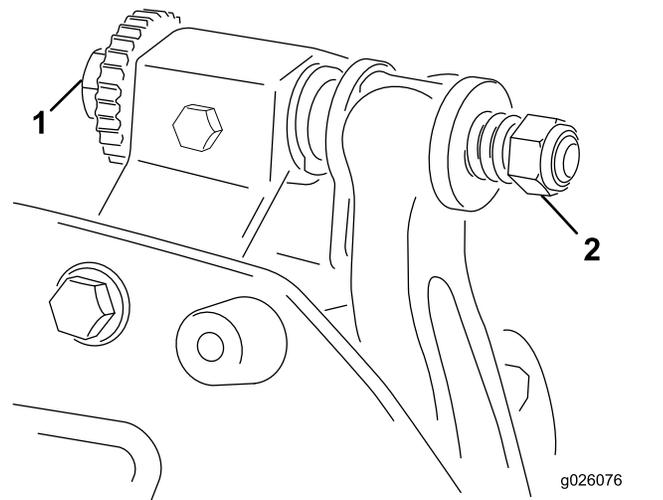

Рисунок 11
- A. поворачивайте регулировочные болты планки неподвижного ножа по часовой стрелке (**Рисунок 11**) по одному щелчку за раз до тех пор, пока не почувствуете или не услышите легкий контакт.
6. Поворачивайте правый регулировочный болт планки неподвижного ножа (Рисунок 11), пока не почувствуете легкое давление на регулировочной прокладке при перемещении ее из стороны в сторону. Удалите регулировочную прокладку.